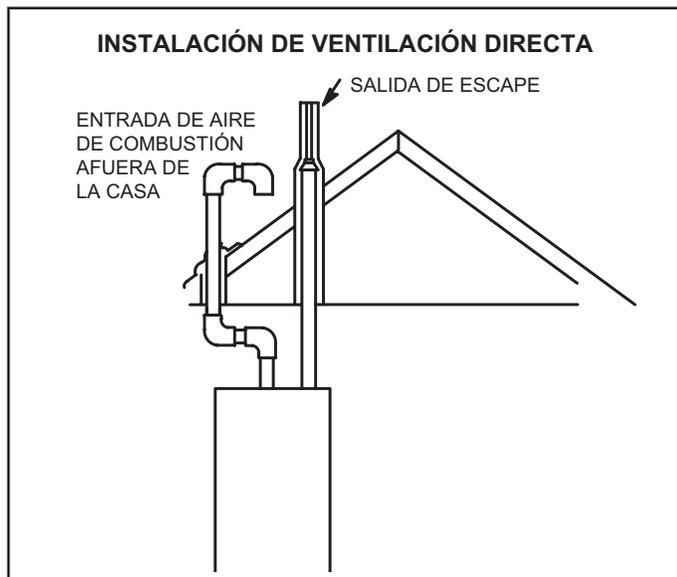

FIGURA 2
**NOTA** - En las instalaciones de ventilación directa, el aire de combustión se toma de afuera y los gases de combustión se descargan afuera. Ver la FIGURA 2 para aplicaciones que involucren terminación de techo.